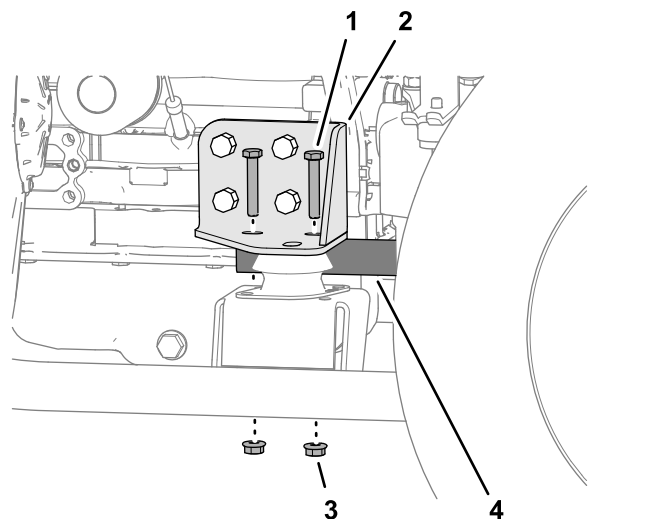

Figura 91
6. Îndepărtați cele 2 uruburi i 2 piulie care fixează tubul anti-rotire pe suportul dreapta al motorului (Figura 91).